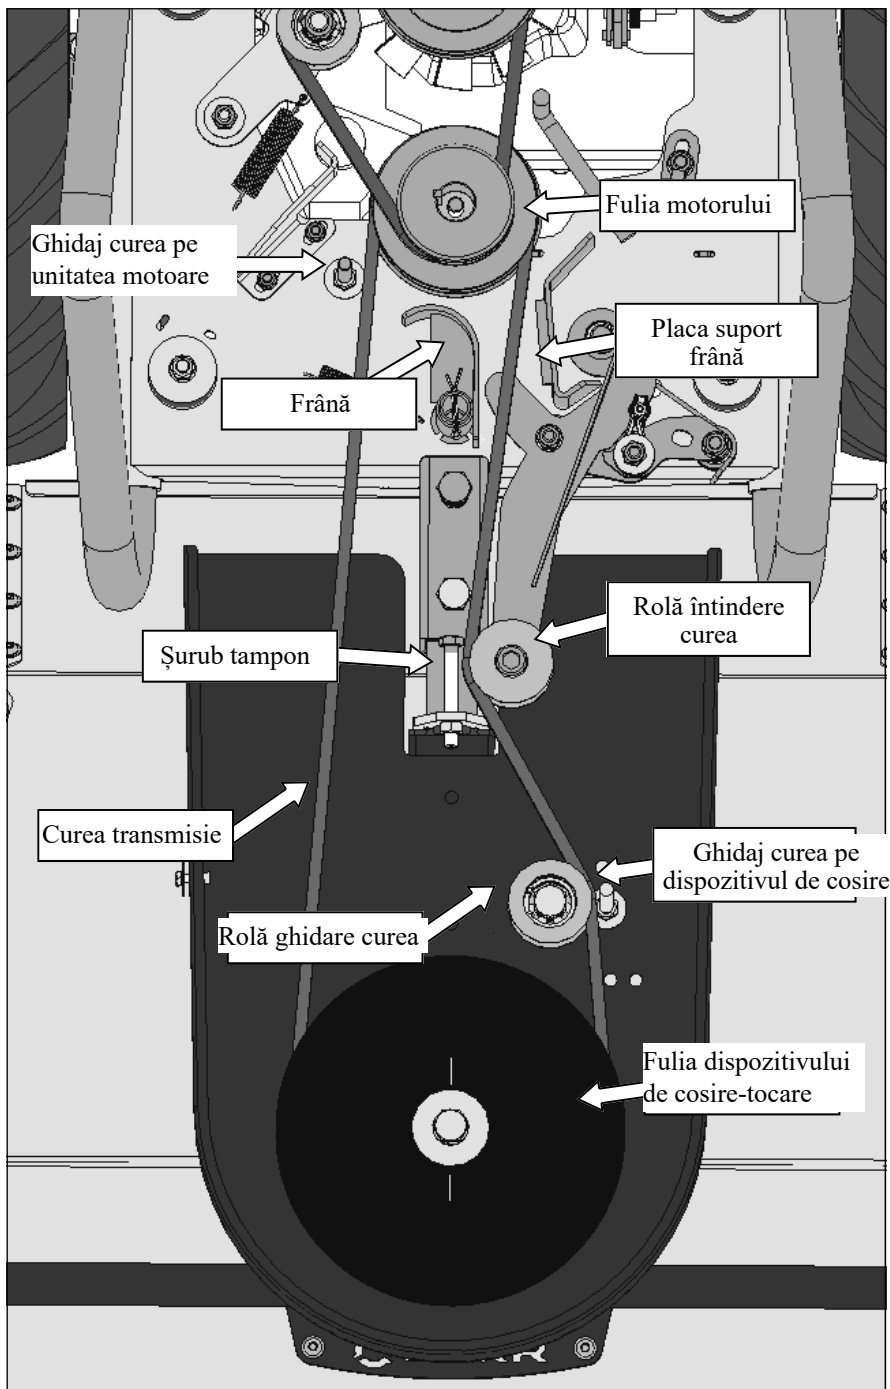

Fig. 6
- 2) introduceți (plasați) cureaua prin mecanismul de frânare (fig. 6) și apoi în canalul inferior al fuliei de la motor. Apoi introduceți cureaua în fulia de antrenare a dispozitivului de cosit-tocat. Atenție la plasarea corectă a curelei printre ghidaje.
- 2) Verificați starea curelei. Dacă este deteriorată (crăpături, desprinderi de material etc.), înlocuiți-o cu una nouă originală (este necesar să slăbiți piulițele ghidajului curelei de pe dispozitivul de cosire (Fig. 6)). Mențineți traseul corect al curelei pe fulii și pe ghidajele curelei.